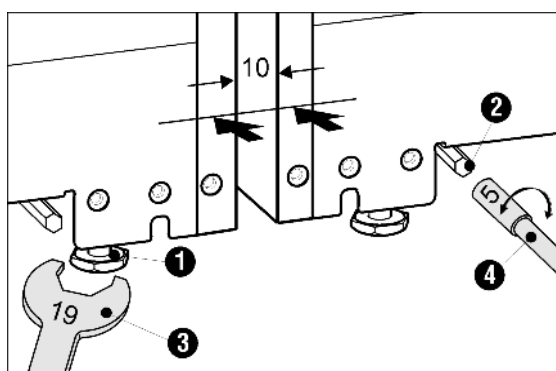

Fig. 1
- ▶ Устройства следует выровнять при помощи передних установочных ножек Fig. 1 (1), а также регулировочных осей Fig. 1 (2) задних установочных ножек.
- ▶ Для юстировки с помощью передних установочных опор Fig. 1 (1) используйте прилагаемый рождовый ключ Fig. 1 (3) на 19.
- ▶ Для юстировочных осей Fig. 1 (2) задних установочных опор применяйте торцовый ключ 4 SW 5.